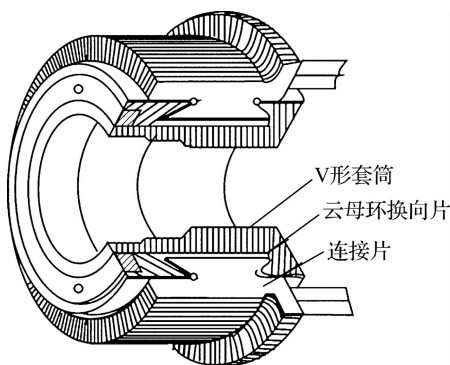

图 2-11 换向器结构
(3)换向器。换向器由冷拉梯形铜排和绝缘材料等构成,用于电枢电流的换向。换向器结构如图 2-11 所示。